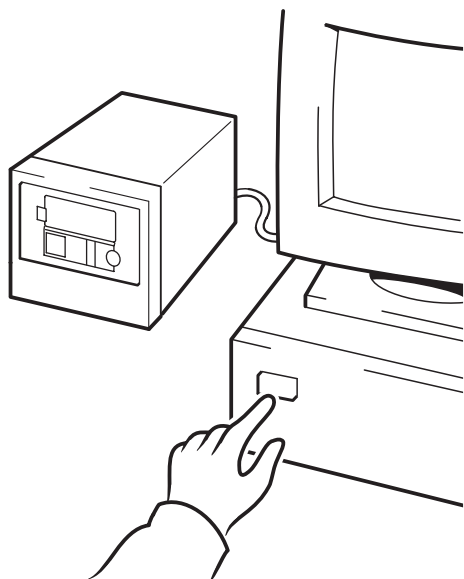

Figura 14c: hp obdr, passo 3
- 3 Ligue o servidor (ver figura 14c).